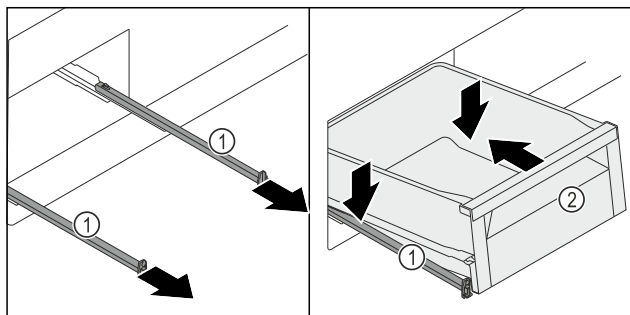

Fig. 152
- Izvucite vodilice Fig. 152 (1).
- Čvrsto držite vodilice Fig. 152 (1) i postavite ladicu Fig. 152 (2) ukoso sprijeda na vodilice Fig. 152 (1).
- Ladicu Fig. 152 (2) na vodilicama Fig. 152 (1) gurnite prema natrag do graničnika.